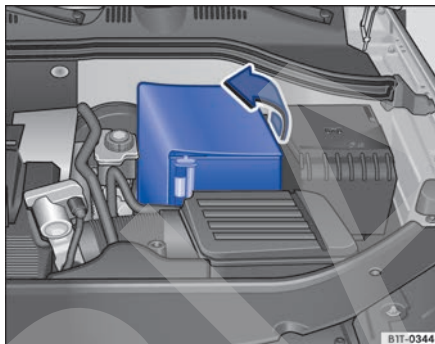

Fig. 173 En el vano motor: levantar la cubierta guardapolvo de la batería de 12 voltios.
- Levante la cubierta hacia un lado en el sentido de la flecha → fig. 173.